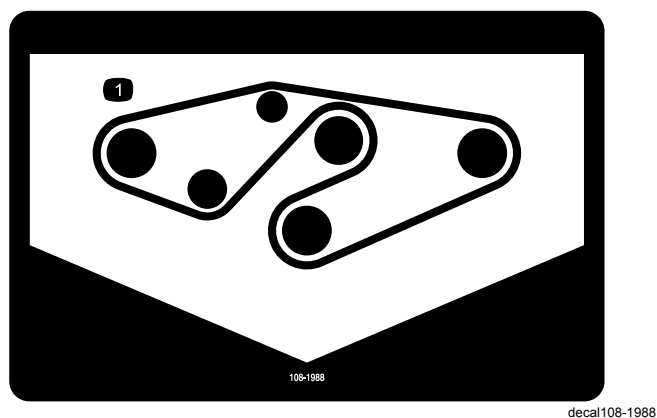

Figura 33
4. Coloque a nova correia nas polias de eixo e na estrutura da polia intermédia, como se mostra na Figura 33.